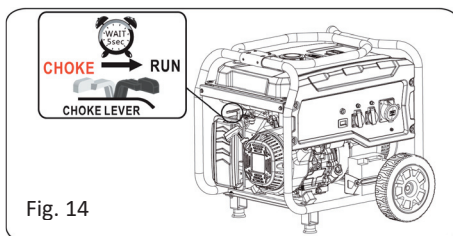

Fig. 14
- La motoren gå i noen sekunder, og skyv deretter håndtaket gradvis helt til posisjonen Run etter hvert som motoren blir varm. (Se fig. 14.)